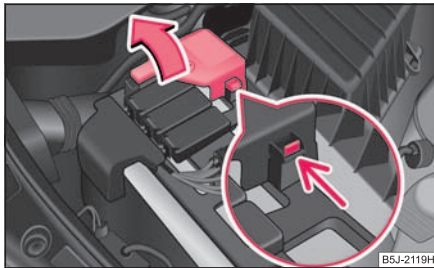

Abb. 208 Batterie:
- Klappen Sie die Pluspol-Abdeckung (+) auf ⇒ Abb. 208.